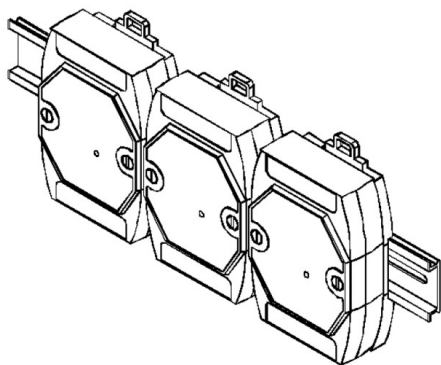
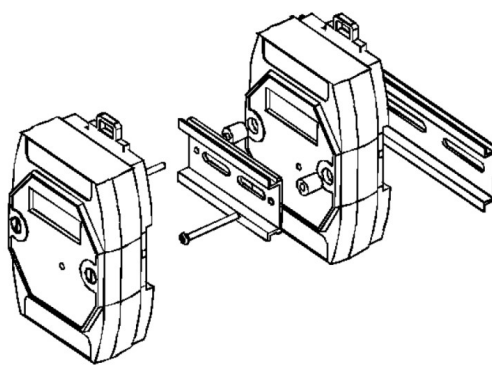

图 7
图 8
DAM-3501N (T) 系列模块可方便的安装在 DIN 导轨、面板上 (如图 7), 还可以将它们堆叠在一起 (如图 8), 方便用户使用。信号连接可以通过使用插入式螺丝端子, 便于安装、更改和维护。